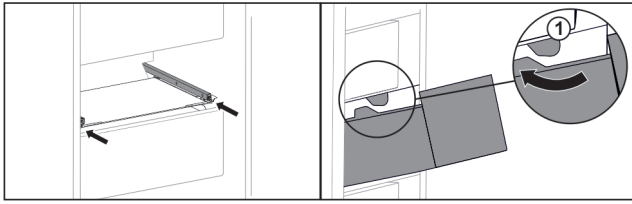

Fig. 127
- ▶ Обвести висувний ящик навколо стопора Fig. 127 (1).